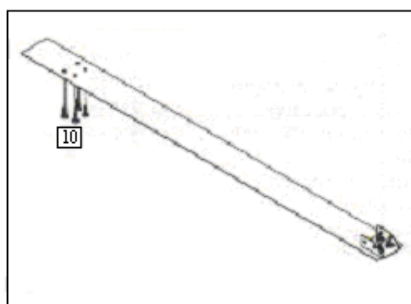

fig. 3
a. Suavemente levante el tensor (9) e inserte cuatro tornillos M5x15 (10) en los agujeros que se encuentran más cercanos al centro de la piscina. **Asegúrese de que las cabezas de los tornillos están encaradas hacia el suelo** (fig. 3). Vuelva a situar el tensor sobre el suelo y coloque la placa base (6) encima del tensor con los tornillos por dentro de los agujeros de la placa base. Sitúe la placa inferior (4) sobre la placa base y sobre los tornillos que sobresalen del tensor tal (figura 4). Coloque las tuercas (11) en los tornillos y apriete las tuercas aleatoriamente. Antes de apretar compruebe que la placa base (6) no esta inclinada.